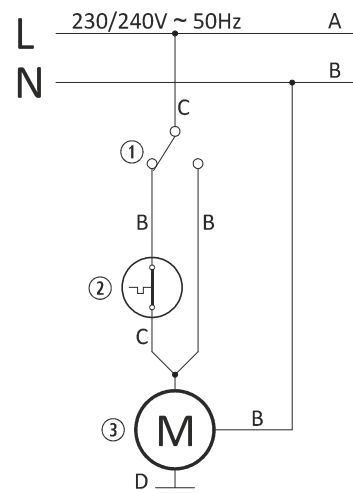

Figura 13
- Ante qualquer problema com o sistema eléctrico da estufa, consultar o fornecedor (ver *figura 13*).